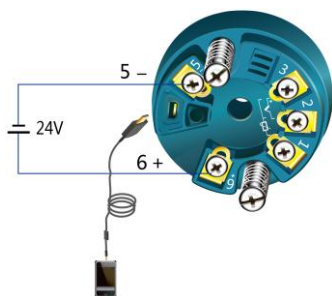

图 6 通过 USB 接口与手机的连接示意图
- 在通电状态下, 可使用安装了《宇通 R 系列控制软件 V1.3.2》程序的手机, 在安全区, 通过 MT182 的 USB 接口对其进行组态。见图 6。